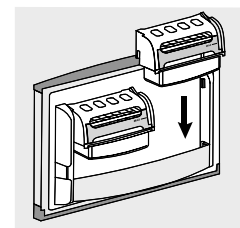

Figura 57
- Ensamble nuevamente el fabricante de hielo (Bio Ice) y ubíquelo en la contrapuerta de su refrigerador. (Figura 57).